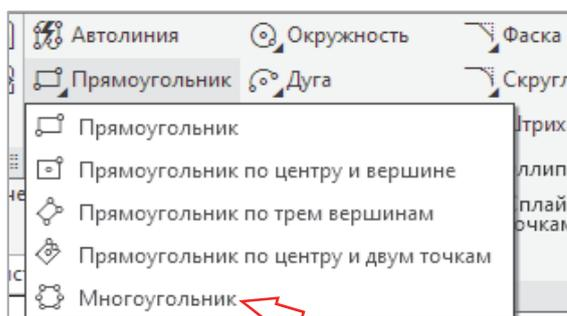

Рис. 1.16-1
1. На ленте инструментов вызвать команду **Черчение** → **Прямоугольник** → **Многоугольник**, нажав кнопку  (рис. 1.16-1).